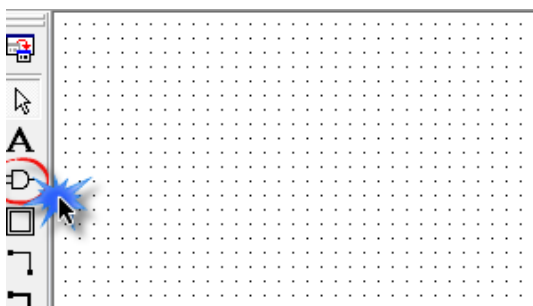

Рис. 1.2
5. Додати до схеми два входи (елемент input), натиснувши відповідну кнопку (рис. 1.2). У вікні, що відкриється, в області *Libraries* розкрити ієрархічний список та обрати **Primitives -> pin -> input**. Повторити процедуру для другого входу. Змінити імена входів за допомогою подвійного кліку на елементі. Вказати імена входів X1 та X2.